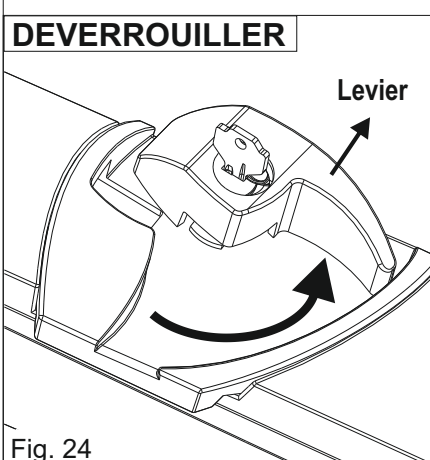

Fig. 24
- 3) Tournez le levier dans le sens inverse des aiguilles d'une montre pour déverrouiller l'opérateur (Fig. 24)